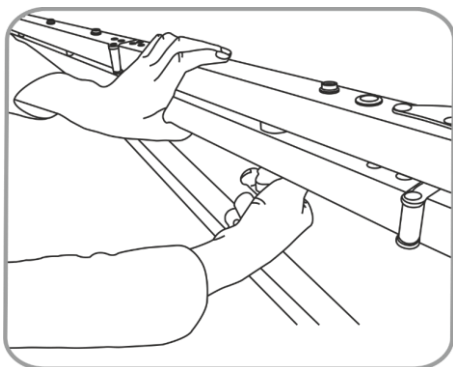
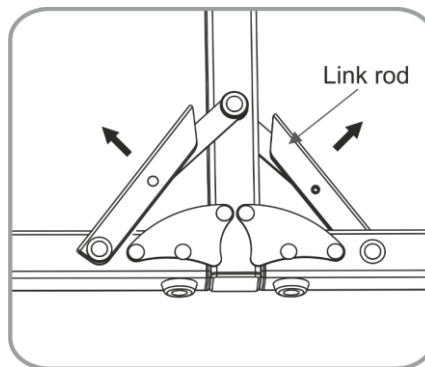

Fig. 20
Fig. 21
- 04) Togliere le viti sulle due gambe, quindi togliere le gambe (Fig. 20). Tirare in su l'asta di collegamento angolare della gamba e togliere le viti. Togliere i tubi della gamba e serrare nuovamente le viti. Allentare i blocchi dei giunti di rotazione e piegare le gambe del telaio (Fig. 21, 22 e 23).